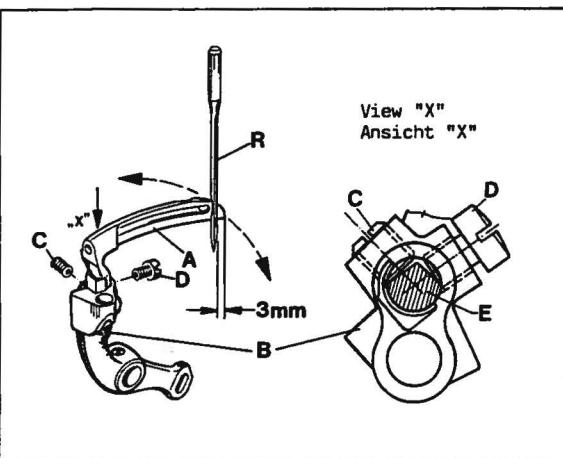

Fig.5
Remove the cloth plate with hinge plate and throat plate, the feed dog, the throat plate support and the needle guard. Insert the lower looper (A, Fig. 5) into rear hole of the looper lever (B). Now snug the set screw (C) at the back of looper lever against the flat on the looper shank (E) so that the lower looper point passes as close as possible to the spot on the back of the right needle (R), without deflecting it. Now tighten the second screw (D) firmly.
Rotate handwheel in sewing direction until the point of lower looper (A, Fig. 5) projects 3 mm (1/8 in.) to the right from the right side of the right needle. Lower edge of looper and upper edge of needle eye must be flush in this position. If an adjustment is necessary loosen clamp screw (A, Fig. 4) in the needle bar connection and move the needle bar (B) up or down, as required. Care should be taken not to disturb the alignment of the needle bar when making this adjustment. Retighten clamp screw.
Entfernen Sie die Stoffplatte mit Scharnierplatte und Stichplatte, den Transporteur, die Stichplattenstütze und den Nadelanschlag. Stecken Sie den Untergreifer (A, Fig. 5) in die hintere Bohrung des Greiferhebels (B). Legen Sie nun den Gewindestift (C) hinten im Greiferhebel an der Fläche des Greiferschaftes (E) so an, daß die Untergreiferspitze so dicht wie möglich in der Hohlkehle auf der Rückseite der rechten Nadel (R) vorbeigeht, ohne diese abzuwinken. Ziehen Sie dann die zweite Schraube (D) an.
Drehen Sie am Handrad in Nährichtung bis die Spitze des Untergreifers (A, Fig. 5) 3 mm rechts von der rechten Seite der rechten Nadel steht. In dieser Stellung müssen Unterkante Greifer und Oberkante Nadelöhr bündig sein.